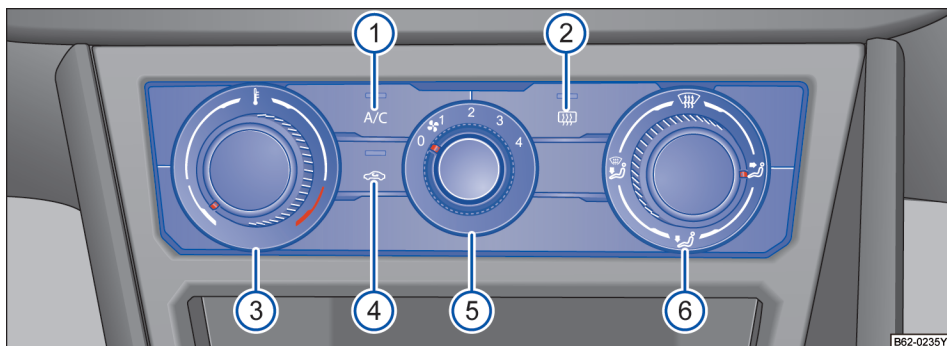

图 82 中控台上：电子手动空调的操作元件
- 按压按钮→图 82 ④，即可打开或关闭空气内循环模式。如果此按钮中的指示灯亮起，说明其处于打开状态。